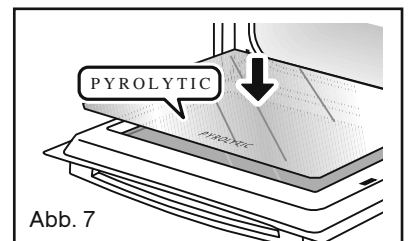

Abb. 7
- Die letzte Scheibe mit Clips so befestigen, dass die Anzeige "P.Y.R.O.L.Y.T.I.C" auf Sie zeigt (Abb. 7).